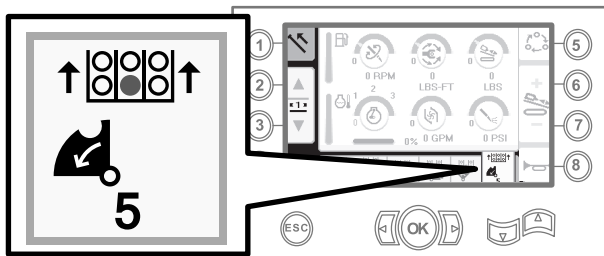

Figura 19
10. Suelte el interruptor basculante para continuar con el paso siguiente de la secuencia (Figura 19).